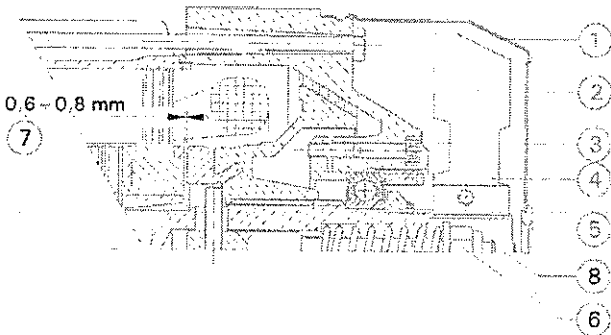

Fig.7
8.2 REGOLAZIONE DEL FRENO MOTORE (fig. 7)